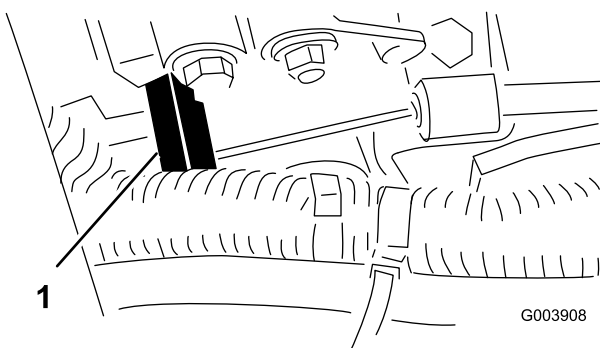

Figura 54
3. Sujete la palanca de la bomba de inyección (Figura 54) contra el tope de ralentí alto y apriete el conector del cable.